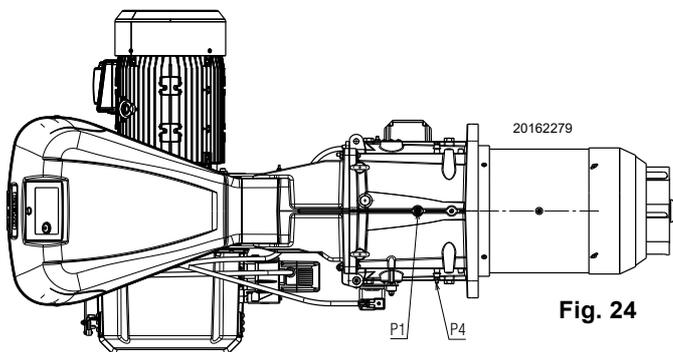

Fig. 24
Presión del gas medida en la toma P1)(Fig. 24), con:
- restar de la presión del gas en la toma P1)(Fig. 24) la presión en la cámara de combustión.
$$\begin{aligned} \text{Presión del gas en la toma P1)(Fig. 24)} &= 27.6 \text{ mbar} \\ \text{Presión en la cámara de combustión} &= 2 \text{ mbar} \\ 27.6 - 2 &= 25.6 \text{ mbar} \end{aligned}$$
En cambio para conocer la presión del gas que se necesita en el conector hembra P1)(Fig. 24), una vez fijada la potencia MÁX a la cual se desea que funcione el quemador:
- Leer a la derecha, columna 1, la presión en la toma P1)(Fig. 24).
presión necesaria en la toma P1)(Fig. 24).